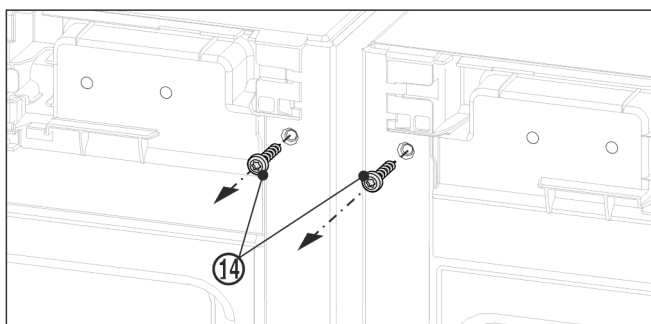

Fig. 13
- Vor der Montage des oberen Winkels beide Erdungsschrauben Fig. 13 (14) herausdrehen.